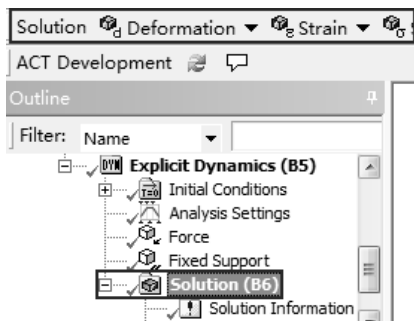

图 11-28 Solution 工具栏
Step1：选择 Mechanical 界面左侧 Outline（分析树）中的 Solution（B6）选项，此时会出现如图 11-28 所示的 Solution 工具栏。